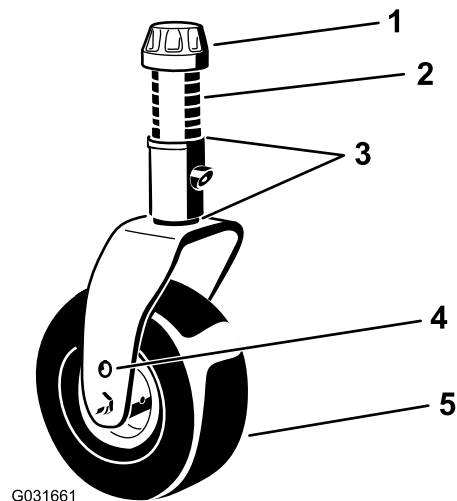
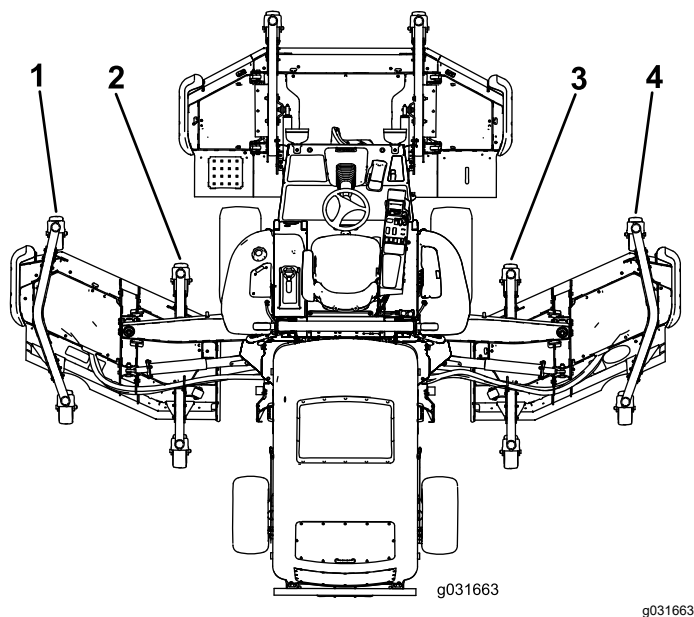

Figure 28
Figure 29
- Si le bord intérieur de l'unité de coupe latérale est trop élevé par rapport au bord extérieur de l'unité de coupe avant, retirez une cale au bas du bras de la roue pivotante intérieure avant de l'unité de coupe latérale (Figure 28 et Figure 29).
- Si le bord intérieur est encore trop élevé, retirez une cale supplémentaire au bas du bras pivotant intérieur avant et une cale du bras pivotant extérieur avant de l'unité de coupe latérale (Figure 28 et Figure 29).
- Si le bord intérieur de l'unité de coupe latérale est trop bas par rapport au bord extérieur de l'unité de coupe avant, ajoutez 1 cale (3 mm) au bas du bras pivotant intérieur avant de l'unité de coupe latérale (Figure 28 et Figure 29).